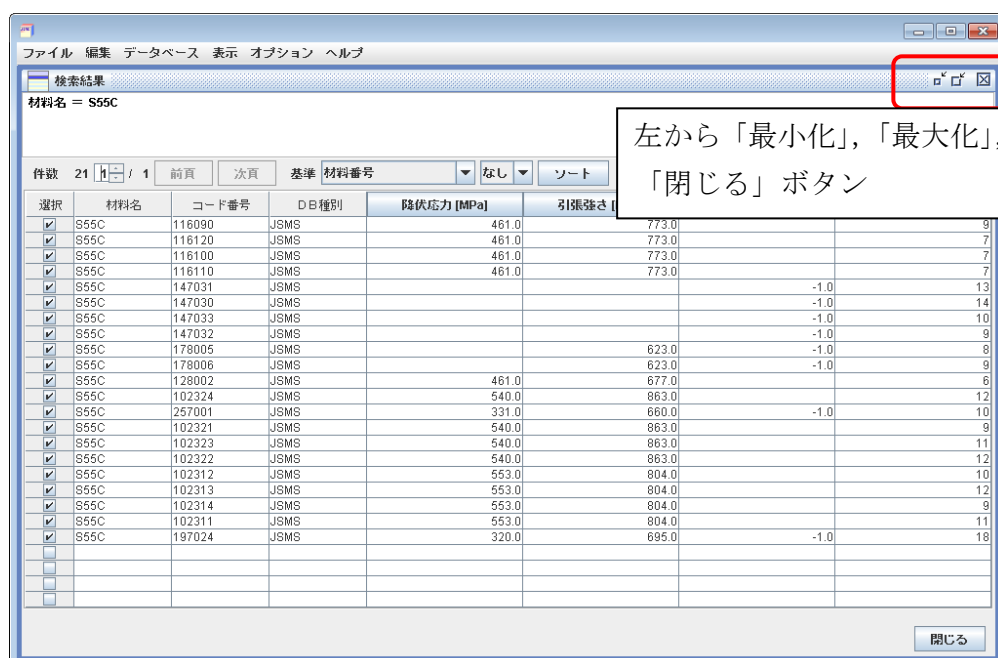

図 3 サブウィンドウ画面 (図は例として検索結果画面)
- サブウィンドウには「最小化」、「最大化」、「閉じる」ボタンがそれぞれついています (図 3)。サブウィンドウのサイズも適宜変更可能です。